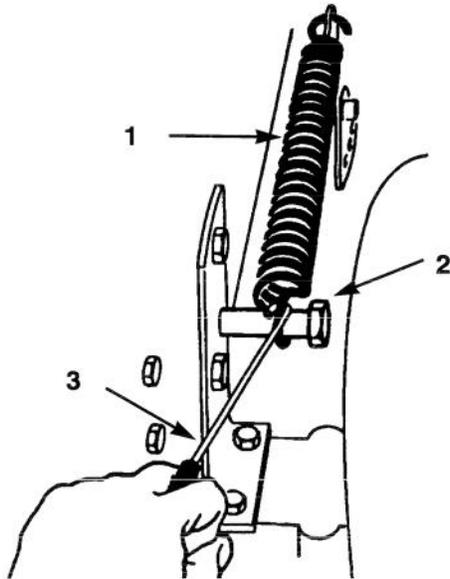

Figure 38
3. Déposer le ressort compensateur de hauteur de coupe du boulon de retenue (Fig. 38,, à l'aide de l'outil pour ressort fourni avec la machine. Le ressort se trouve entre la châssis et la roue arrière droite.
- 12. Placer le levier de hauteur de coupe (relevage des unités de coupe) dans le cran "D". Accrocher le ressort d'assistance de relevage sur le boulon de retenue pour le ranger (Fig. 38).